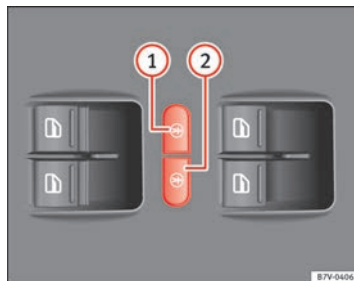

Fig. 51 En la puerta del conductor: teclas del seguro eléctrico para niños.
El seguro eléctrico para niños evita la apertura y el cierre de puertas corredizas y de los elevalunas eléctricos de las mismas desde el interior, para que los niños no abran una puerta por error durante la conducción. Con la tecla izquierda ⇒ fig. 51 ① o bien derecha ②, se activa el seguro para niños en el lado trasero izquierdo o derecho, respectivamente.